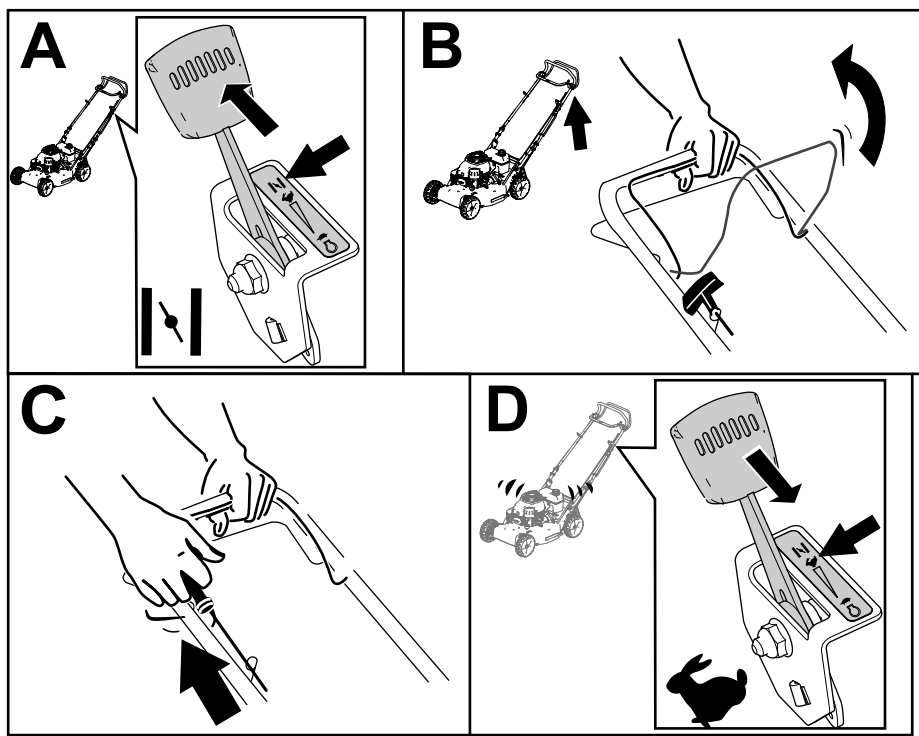

Bild 17
3. Stellen Sie den Gasbedienungshebel in die CHOKE-Stellung (A in Bild 17).
4. Drücken Sie den Schaltbügel gegen den Holm (B in Bild 17).
5. Ziehen Sie am Rücklaufstartergriff (C in Bild 17).
6. Stellen Sie den Gasbedienungshebel in die SCHNELL-Stellung, wenn der Motor anspringt (D in Bild 17).